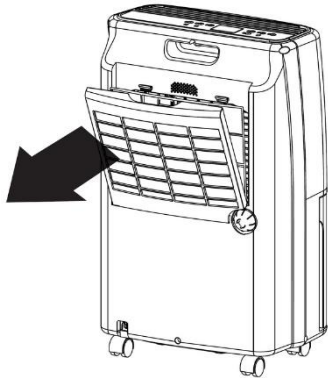

Fig. 1
3.2. Lossa skruvkorken på avfuktarens bakre högra sida och lyft upp den ordentligt! (Se fig. 1)
- Ta tag i luftfiltret i dess övre kant och dra det mot dig för att ta bort luftfiltret från hållaren. (Se fig. 1)